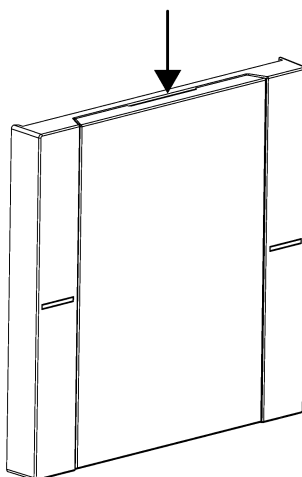

Figura 9: Tocar la muesca de la tapa del portaetiquetas
- Tocar la muesca de la tapa del portaetiquetas con un dedo (véase figura 9).